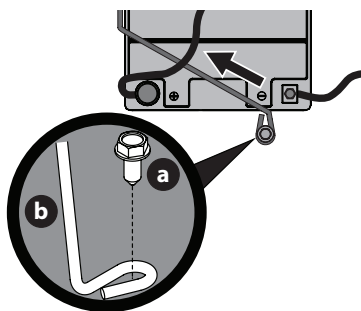

Figura 20
**NOTA:** El mazo de cables debería colocarse sobre la parte superior de la barra de sujeción de batería. De no ser así, el mazo de cables podría resultar dañado (Figura 20 en la página 51).
3. Extraiga el tornillo de arandela hexagonal (a) que sujeta el soporte de sujeción de la batería al bastidor (b). Luego levante el soporte de sujeción de la batería (b) para liberar la batería (Figura 20 en la página 51).